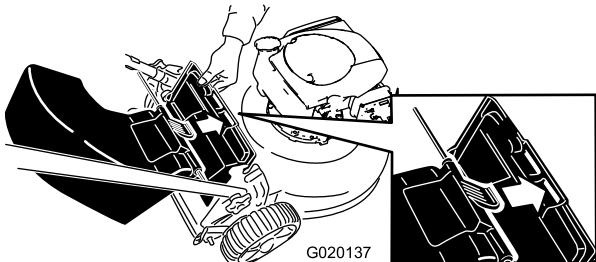

Figura 17
- Inserite la linguetta del deflettore di scarico posteriore nella fessura destra del deflettore posteriore (Figura 17).